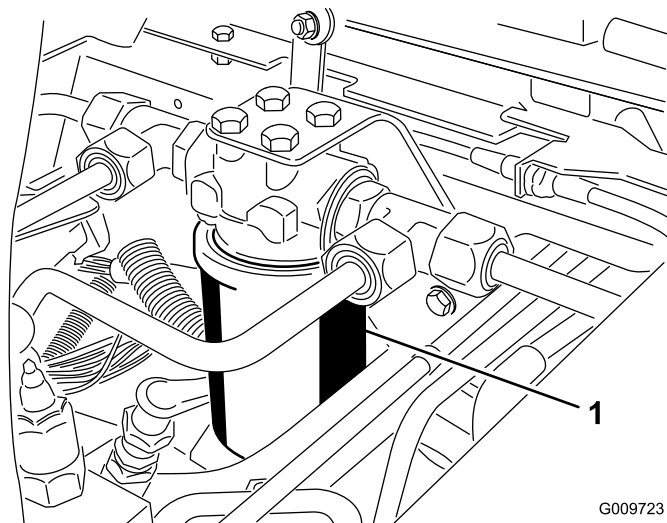
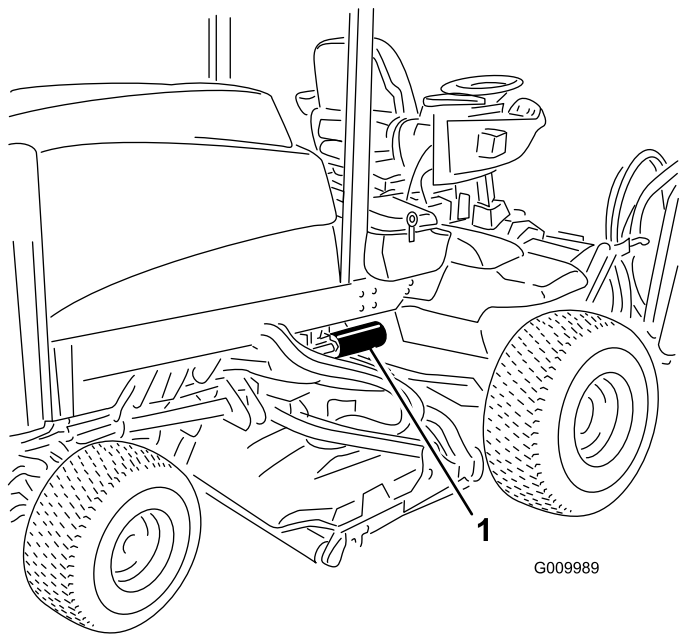

図 82
図 83
2. フィルタ容器の周辺をウェスできれいにぬぐう。フィルタ 図 82と図 83の取り付け部周辺をきれいにふき、下に廃油受けを用意し、フィルタを外す。